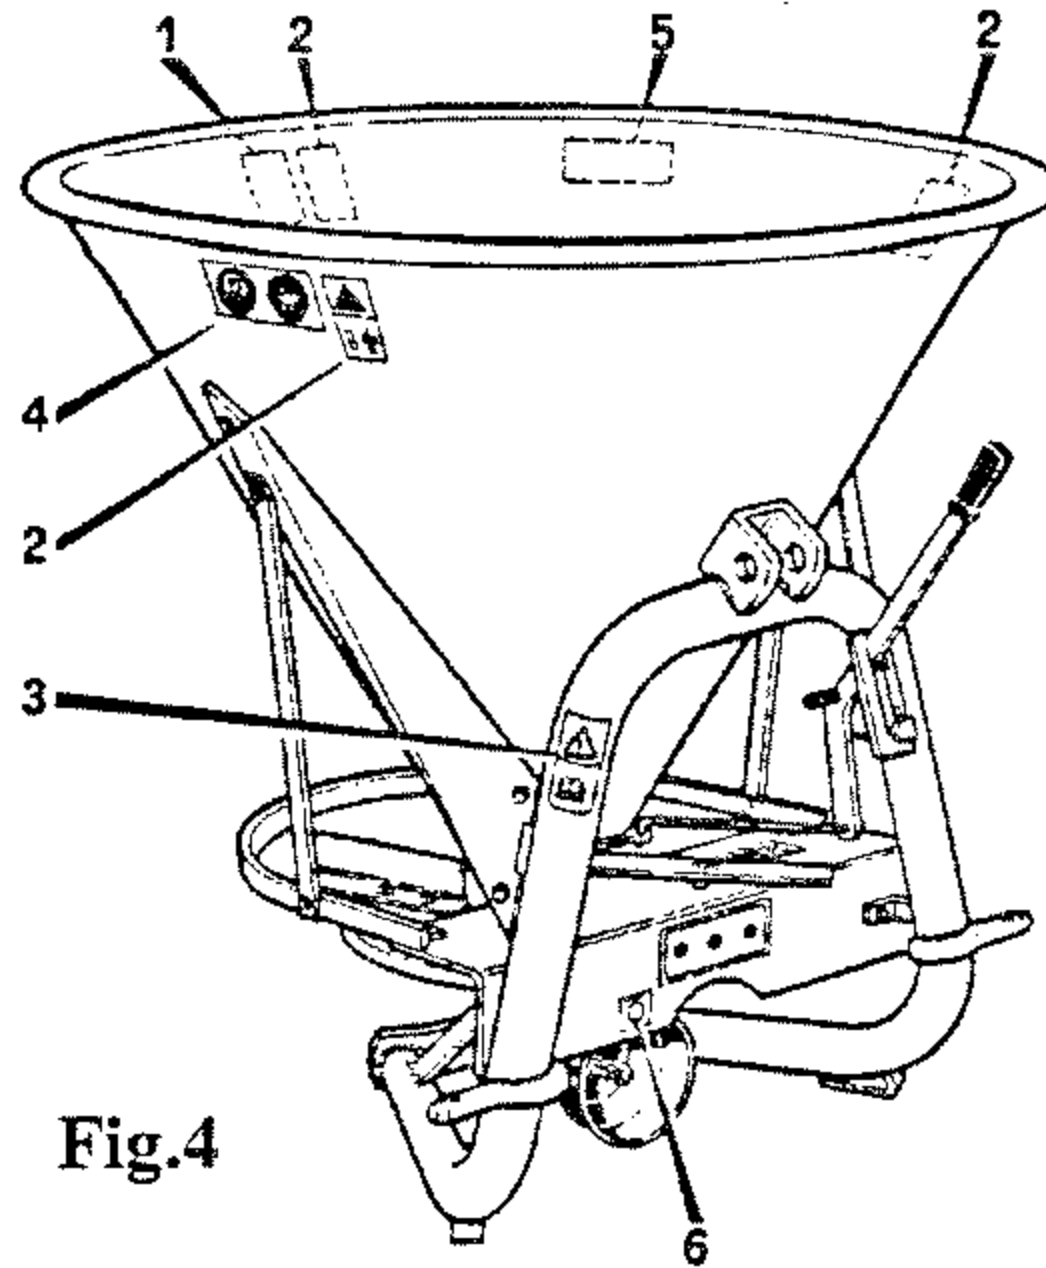

Fig.4
2.2 Le etichette della fig.3 sono applicate sulla tramoggia, sul telaio e sul carter come indica la fig.4.
2.2 The labels showed on fig.3 are on the hopper, on the frame and on the pendulum spout unit (fig.4)